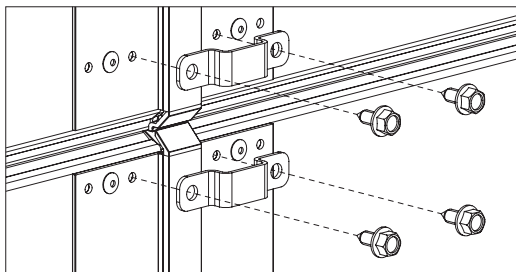

Рис. 30.3
- после установки калиточных секций необходимо вывернуть самонарезающие винты и снять транспортные скобы (рис.30.3).Порядок снятия скоб – сверху вниз;